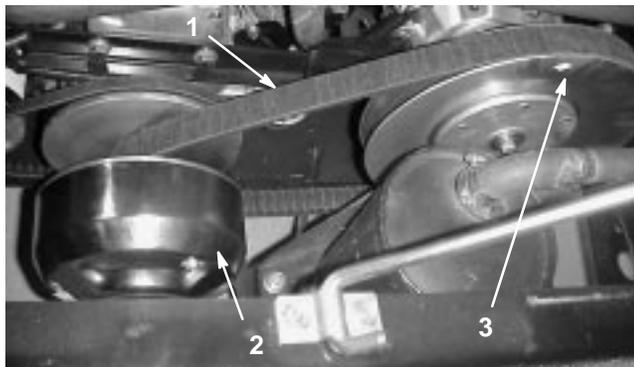

Bild 38
1. Drehen Sie den Riemen und verlegen ihn über die sekundäre Kupplung (Bild 38).
2. Entfernen Sie den Riemen von der Hauptkupplung (Bild 38).